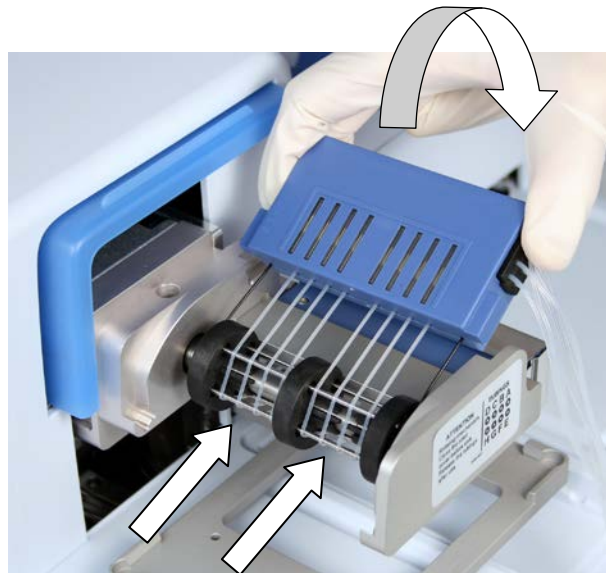

图 4-15.将分液盒上部插入
3. 用右手紧握住分液盒上部，并小心地环绕泵转子拉动管体，直至上部到达并装入泵体上部插槽 (图 4-15)。插入插槽。用另一只手紧握住仪器。
4. 双重检查分液盒上部和下部是否正确置入其相应的插槽 (图 4-15 和 图 4-16)。